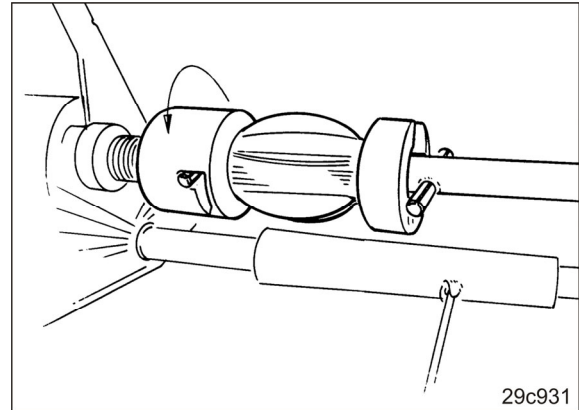

Рис. 209
3. Вимикання половини висівального вала ліворуч (Рис. 209)